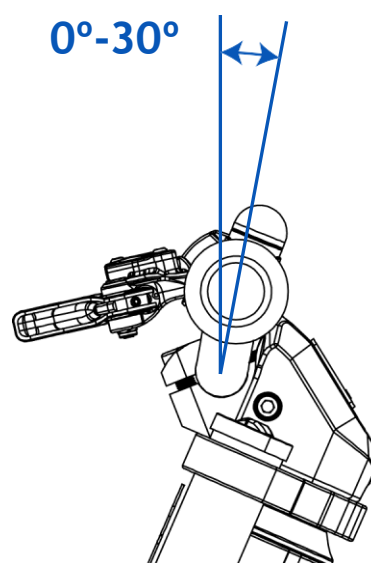

Fig. 14
15. A continuación, debe ajustar el manillar en el ángulo concreto entre 0° y 30° (Fig. 14), con el que se sienta cómodo el piloto. Siempre en contacto con la platina superior. Y fijarlo con los mismos cuatro tornillos Allen M6 (Fig. 14) anteriores, con un par de apriete de 1 Kgf.m.